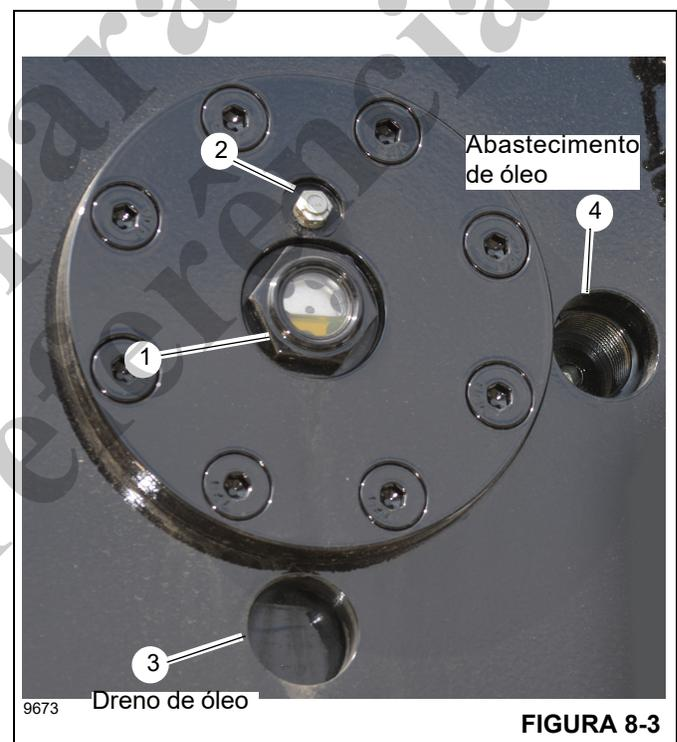
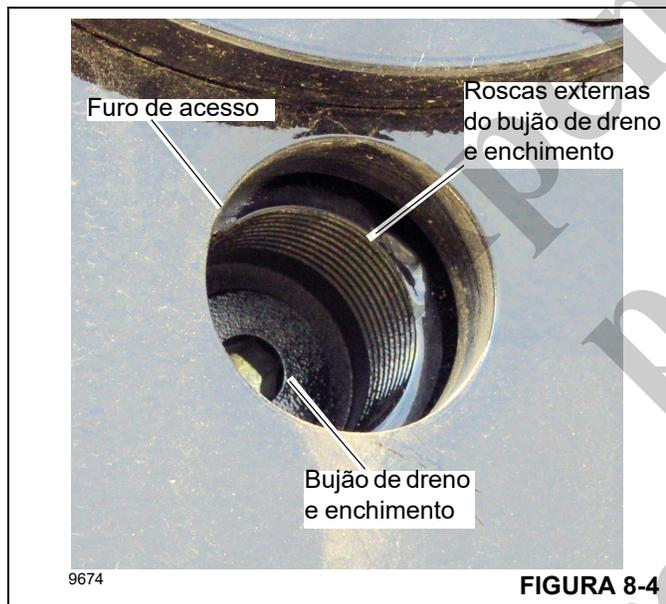

FIGURA 8-3
FIGURA 8-4
Verifique o nível do óleo no indicador visual (1, Figura 8-3) no guincho. Quando estiver frio e não estiver em operação, verifique o nível do óleo no indicador visual. O óleo deve estar aproximadamente acima da metade do indicador visual. A caixa de engrenagens e o freio do guincho comportam no máximo de 5,44 l (11.5 pt) de óleo.
O dreno de óleo do guincho e o bujão de enchimento estão localizados no tambor. O bujão pode ser acessado através de um dos dois furos de acesso. O furo de acesso da parte inferior (posição das 6 horas) (3, Figura 8-3) é utilizado ao drenar o óleo. O furo de acesso na lateral (posição das 3 horas) é utilizado ao abastecer o guincho com óleo (4).
1. Remova o bujão de respiro (2, Figura 8-3). Limpe com solvente conforme necessário. Reserve para uso posterior.
2. Gire o tambor do guincho de modo que o bujão de dreno e enchimento (Figura 8-4) esteja alinhado com o furo de acesso do dreno de óleo na posição das 6 horas (3, Figura 8-3).
3. Instale um tubo curto de 1 polegada (25 mm) nas roscas externas ao redor do bujão de dreno e enchimento (Figura 8-4).
8. Revista a rosca do bujão de respiro (2, Figura 8-3) com óleo e instale o bujão de respiro.
1. Gire o tambor do guincho de modo que o bujão esteja alinhado com o furo de acesso de abastecimento de óleo na posição das 3 horas (4, Figura 8-3).
2. Usando uma chave Allen de 5/16 pol. (8 mm), remova o bujão de dreno e enchimento (Figura 8-4).
4. Inspeção visualmente o nível do óleo no indicador visual (1, Figura 8-3). Quando terminar de encher, o nível do óleo deve estar aproximadamente acima da metade do indicador visual.
5. Usando uma chave Allen de 5/16 pol. (8 mm), instale e aperte o bujão de dreno e enchimento (4, Figura 8-4). Aperte o bujão de dreno e enchimento com torque de 67,8 Nm (50 lb-pés).